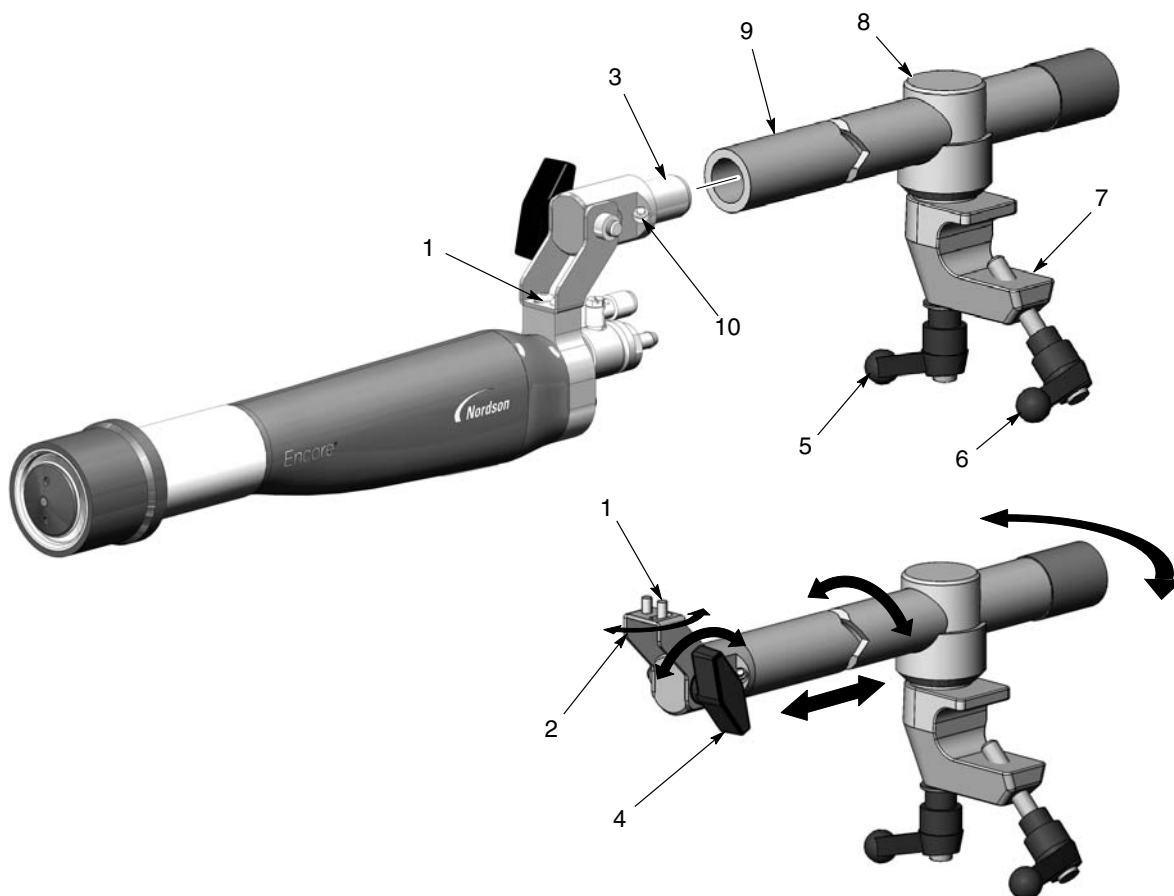
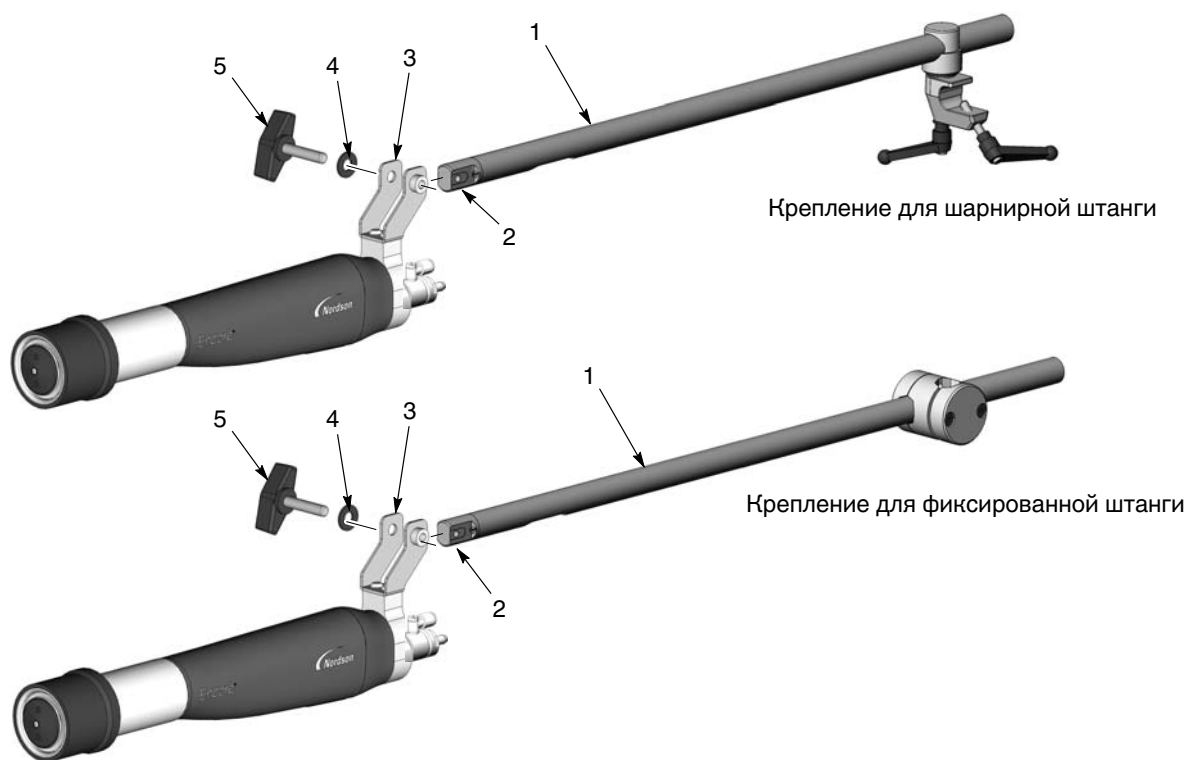
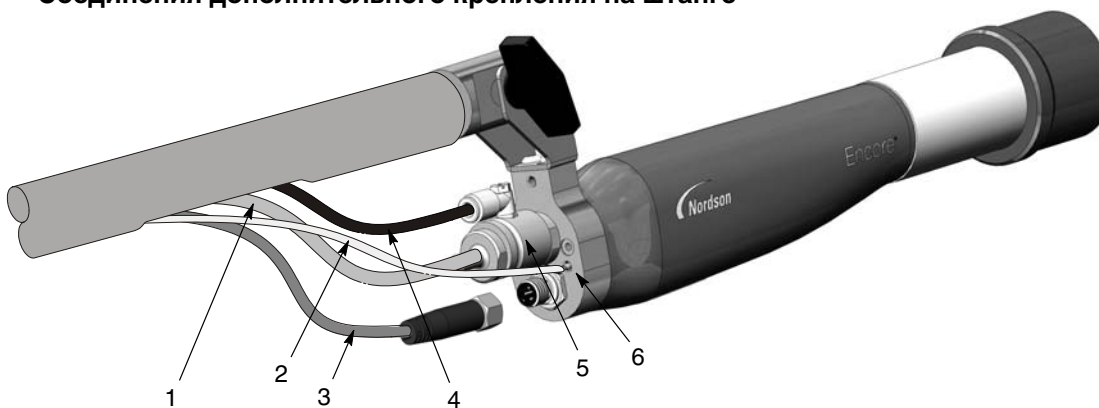

Рис. 3-1 Стандартное крепление распылителя для шарнирной штанги
Рис. 3-2 Дополнительные комплекты креплений распылителя на штангах
Рис. 3-3 Соединения распылителя – показана коническая форсунка
- См. рис. 3-1. Вставить переходник трубки (3) в конец регулировочной штанги (9) и зафиксировать стопорным винтом (10), используя 4-мм ключ-шестигранник.
- Для смещения наконечника распылителя в поперечном направлении ослабить правый винт с полукруглой головкой (1).
- Ослабив ручку наклона (4), можно отвести наконечник распылителя вверх или вниз.
- Для поворота или осевого перемещения регулировочной штанги ослабить фиксирующую ручку (5).
- Установить зажим (7) на 1-дюймовую монтажную штангу и затянуть зажимную ручку (6).
- Соединив в жгут порошковый шланг, 4-мм прозрачный шланг воздушной очистки электрода и кабель распылителя, закрепить жгут на регулировочной штанге при помощи застежек-липучек Nordson. Подсоединить их к распылителю, как показано на рис. 3-3.
См. рис. 3-2. В дополнительные комплекты креплений для штанги входят регулировочные штанги (1) с увеличенным внутренним диаметром, сквозь которые можно продеть порошковый шланг, пневмошланг и кабель распылителя. С такими комплектами нельзя использовать переходник трубки (2), поставленный с распылителем. Его следует заменить на переходник трубки, входящий в комплект.
1. Отвернуть ручку и снять шайбу (5, 4) с монтажного кронштейна (3) распылителя.
3. Вставить конец дополнительного переходника трубки (2) в монтажный кронштейн распылителя и совместить отверстие на конце переходника трубки с отверстиями в монтажном кронштейне распылителя.
5. См. рис. 3-3. Протянуть (в следующем порядке) кабель распылителя, 4-мм прозрачный шланг воздушной очистки электрода и порошковый шланг сквозь конец монтажной трубки и через вырез. Подсоединить их к распылителю, как показано на рис. 3-3.
См. рис. 3-3.